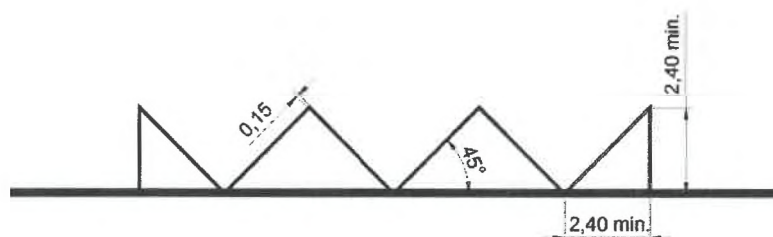

Figura 24
- printr-o linie în zig-zag la marginea părții carosabile, executată conform exemplului din figura 24.
Marcajele pentru stațiile de autobuze sau troleibuze se execută ca în figura 24, fiind completate la capete cu inscripția "BUS". Pentru stațiile de taximetre marcajul este similar, fiind completat cu inscripția "TAXI".